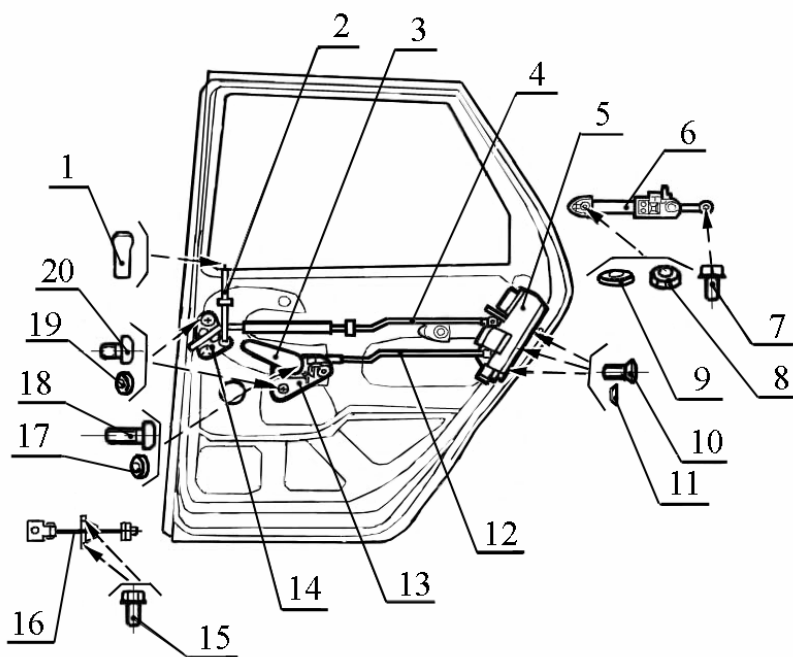

Рис.9. Арматура задней двери:
4.3 Вывернуть кнопку 1, рис.9, выключения замка двери (отвертка крестообразная).
4.18 Снять скобу крепления тяги 2, рис.9, кнопки привода выключения замка задней двери (отвертка плоская).